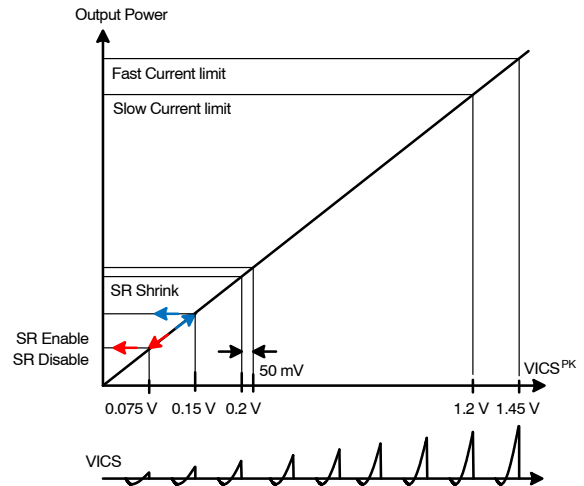
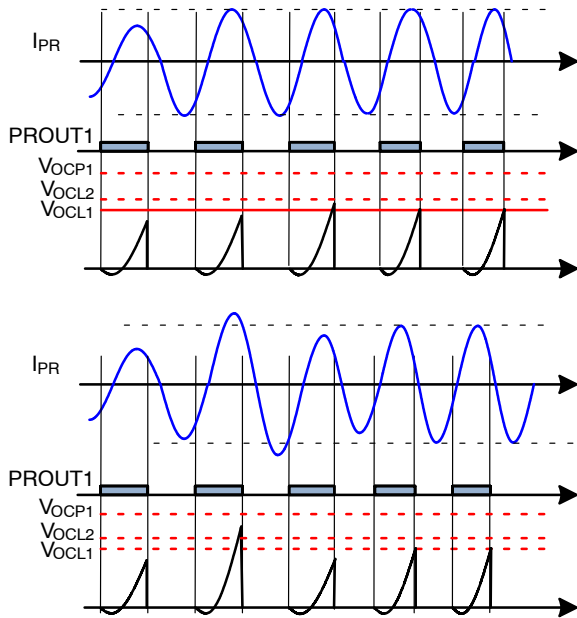
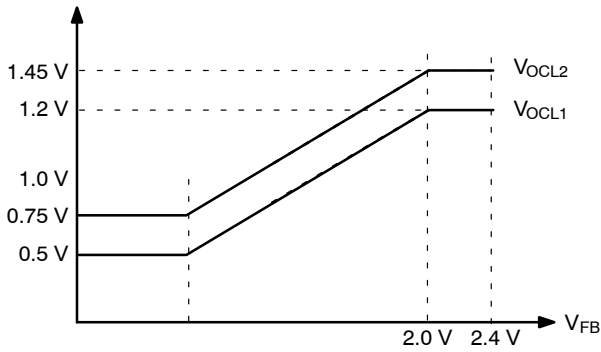

图 63. 与 VICS 峰值电压有关的功能
图 64. 通过频率偏移 (补偿截止) 的 ICS 引脚限流
图 65. 限流阈值调制与反馈电压的函数关系
由于电流感测电压 (VICS) 积分的峰值与 LLC 谐振转换器的平均输入电流成比例关系，其峰值可用于四个主要功能，如图 63 所示。
3. 过流限制：VICS 峰值还用于输入限流。如图 63 所示，存在两种不同的限流 (快速和缓慢)。在轻度过载条件下，当 VICS 峰值增加到缓慢限流电平 (VOCL1) 以上时，内部反馈补偿电压将缓慢降低以限制输入功率。此情况将一直持续，直到 VICS 峰值降至 VOCL1 以下。在较为严重的过载条件下，VICS 峰值将超过快速限流阈值 (VOCL2) 且内部反馈补偿电压将快速降低以限制输入功率，如图 64 所示。此情况将一直持续，直到 VICS 峰值降至 VOCL2 以下。VICS 值的限流阈值还会随着电压感测信号 (VFB) 的减弱而改变，以便在过载条件下限制输出电流，如图 65 示。当转换器在深低于谐振操作下运行较长的保持时间 (请参考保持时间升压功能) 时，这些限制阈值将变为较高的值 (VOCL1.BR 和 VOCL2.BR)。